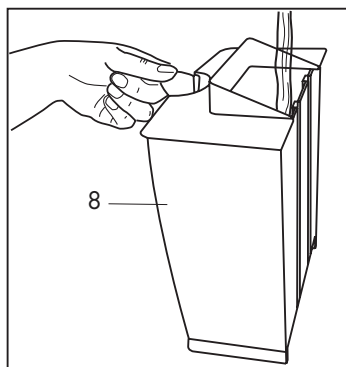

Fig. 2
- Remplir le réservoir avec un maximum de 1,5 litres d'eau (**Fig. 2**).